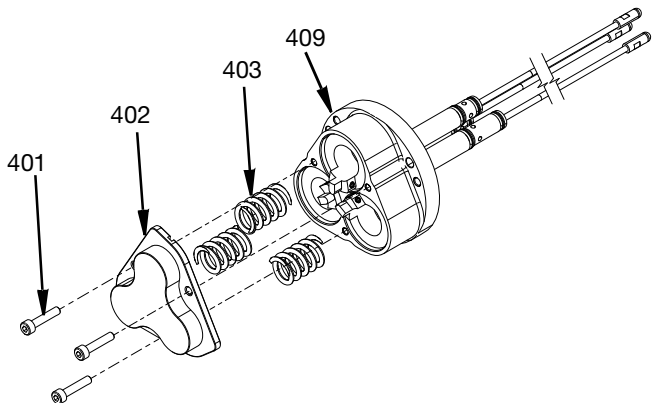

FIG. 33
9. Installez les ressorts (403) et le couvercle du cylindre (402). Installez les vis SHCS M4 (401) à travers le couvercle du cylindre dans le boîtier du cylindre pneumatique (409). Appliquez de l'antigrippant sur les vis (401) et serrez uniformément les vis SHCS M4 (401) pour comprimer les ressorts sans plier l'ensemble. Serrez les vis M4 au couple de 6,5 N•m. Voir FIG. 33.